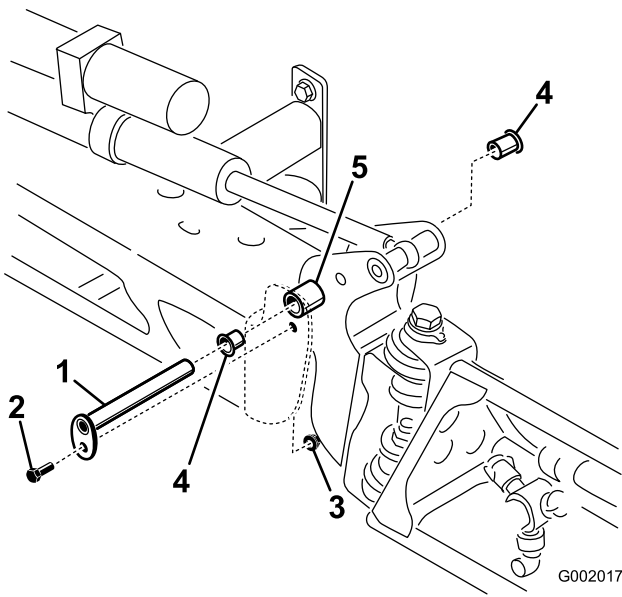

Bild 60
3. Wenn das Gewicht des Auslegers abgestützt ist, nehmen Sie die Schraube und die Mutter ab, mit denen der Lagerbolzen am Ausleger befestigt ist (Bild 60). Nehmen Sie den Lagerbolzen ab.
5. Nehmen Sie die Nylonbüchsen vorne und hinten an der Schwenkhalterung ab und prüfen Sie sie (Bild 60). Ersetzen Sie beschädigte Büchsen.
7. Montieren Sie den Ausleger und die Schwenkhalterung im mittleren Rahmen und richten Sie die Öffnungen aus (Bild 60).